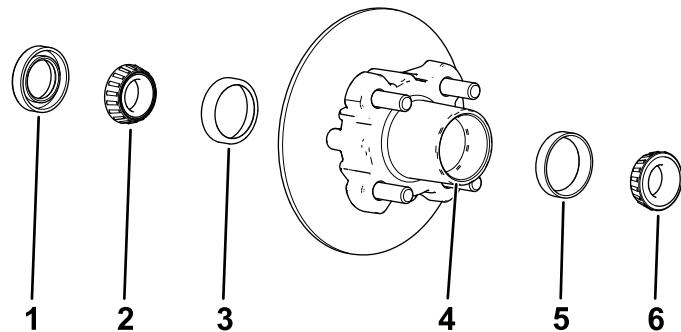

Рисунок 33
1. Снимите наружный подшипник и кольцо подшипника со ступицы (Рисунок 33).
2. Снимите уплотнение и внутренний подшипник со ступицы (Рисунок 33).
- Очистите полость ступицы от всей консистентной смазки, грязи и мусора (Рисунок 33).
- Заполните полость ступицы на 50–80% консистентной смазкой указанного типа (Рисунок 33).
- Установите внутренний подшипник на кольцо с внутренней стороны ступицы и установите уплотнение (Рисунок 33).